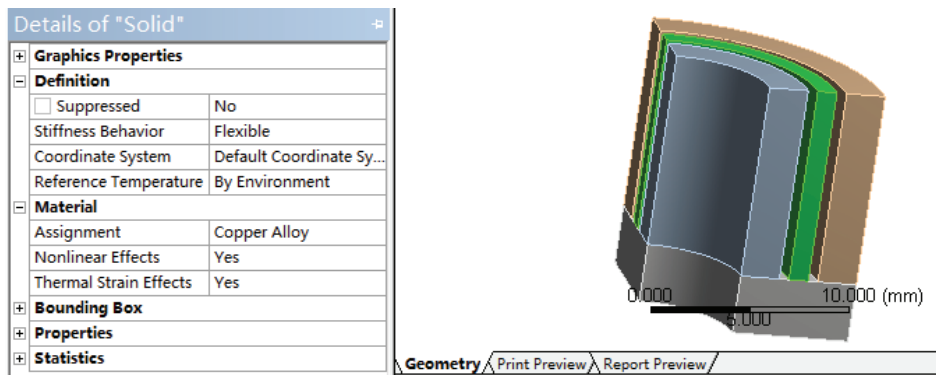

图 23-12 设置线圈导体
5) 选择 Mechanical 界面左侧 Outline 树结构图中 Geometry 选项下的第 3 个 Solid，此时即可在 Details of “Solid” 细节窗口中给模型添加材料，如图 23-12 所示。